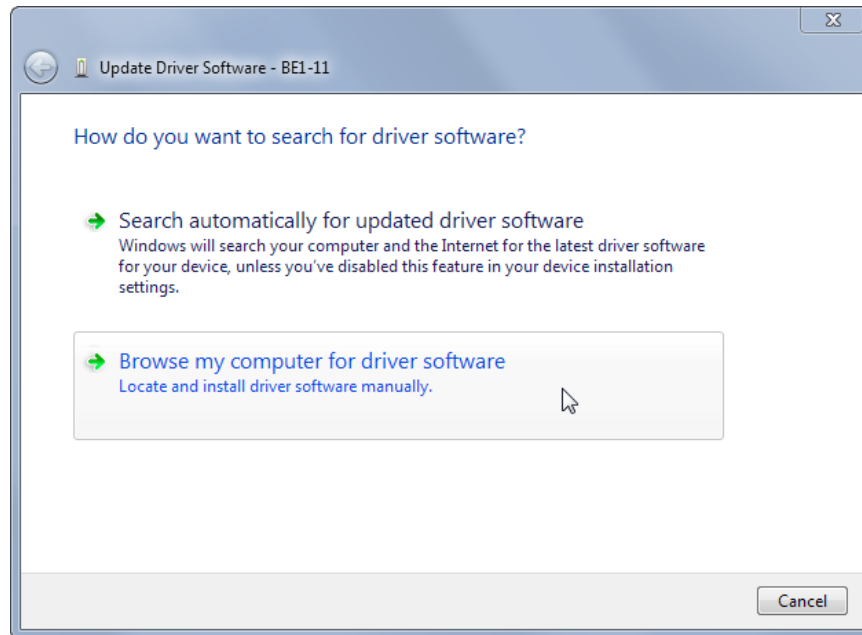

Figure 89-4. Mise à jour du pilote logiciel - BE1-11
Étape 4 : Sélectionnez Parcourir mon ordinateur pour le pilote logiciel comme illustré dans la Figure 89-4.